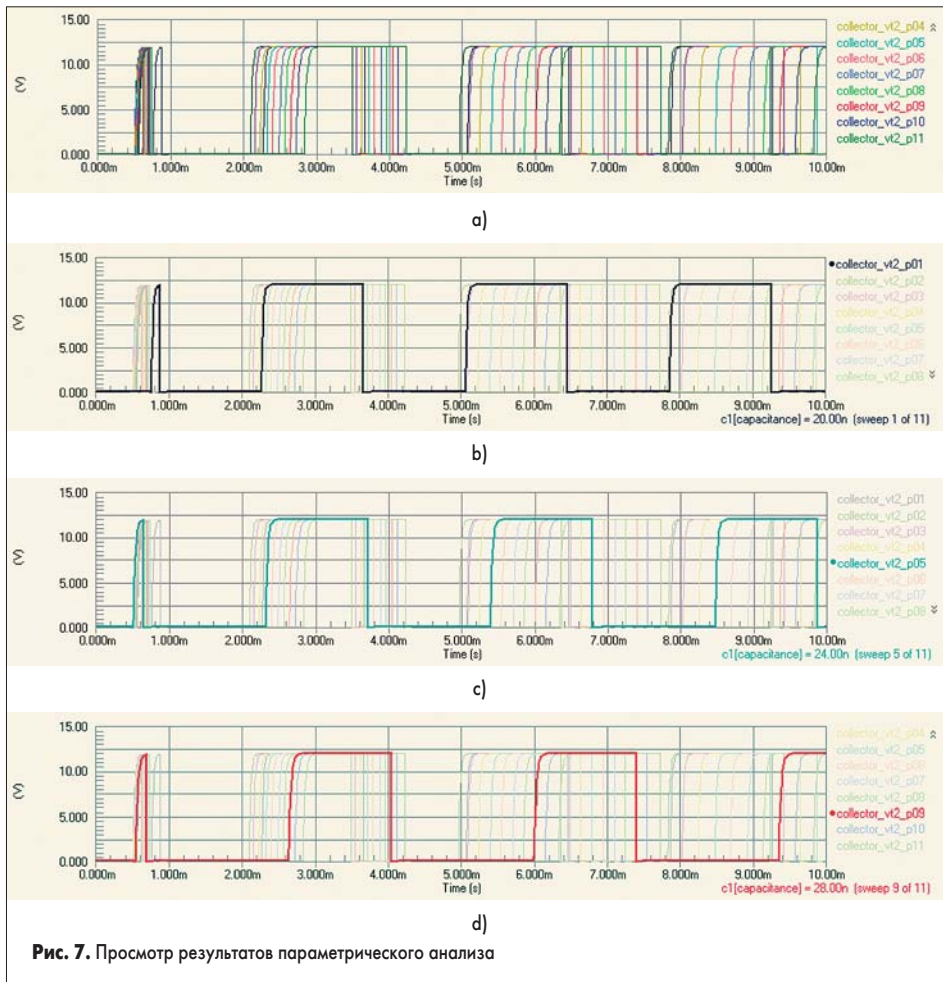

Рис. 7. Просмотр результатов параметрического анализа
Ранее на вкладке Transient Analysis присутствовало четыре графика согласно установкам отображения четырех рассчитанных сигналов: BASE_VT1, BASE_VT2, COLLECTOR_VT1 и COLLECTOR_VT2. Теперь их будет восемь, так как для каждого из этих сигналов будет прорисовано по два отдельных графика. Первый из них, как и ранее, будет отображать результаты анализа переходных процессов, а второй будет содержать набор кривых, полученных в ходе параметрического анализа. Число кривых будет равно числу вариаций значения параметра. На рис. 7, а показаны сигналы
17. Щелкнем левой кнопкой мыши на имени сигнала collector_vt2_p01, показанном справа от графика. Выбранный сигнал подсветится, а остальные потускнеют согласно настройкам маскирования (рис. 7, b). В правом нижнем углу графика появится описание выбранного сигнала: «c1(capacitance) = 20.00n (sweep 1 of 11)».
18. Щелчком левой кнопки мыши или вращением ролика мыши активируем следующий сигнал и так далее (рис. 7, c и d). Если ролик у мыши отсутствует, то для просмотра большого списков используется расположенная здесь же линейка прокрутки.